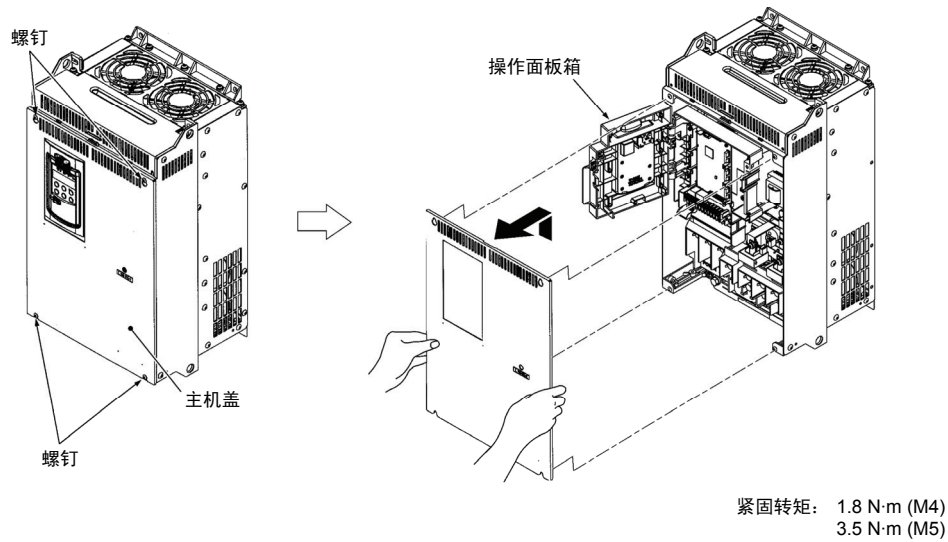

图 2.5 主机盖的拆卸（FRN30GX1S-4C 的情况）
(2) 30~315kW 的情况
- ① 请松开主机盖的螺钉，用手支撑主机盖左右两端，向上滑动并拆下。
- ② 进行配线作业后，请将主机盖上部对准机盖的孔，按照图 2.5 的相反步骤安装。